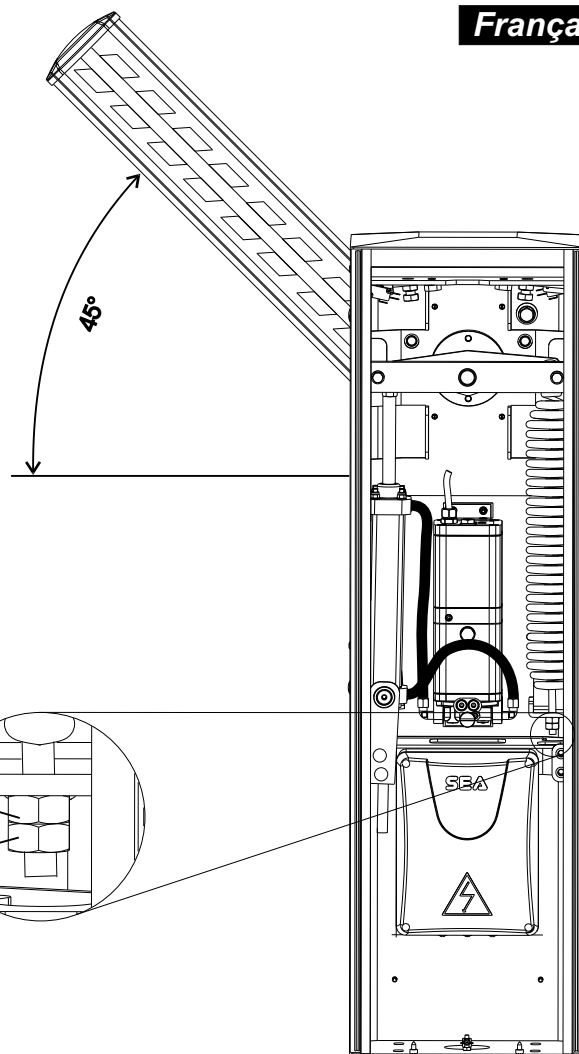

Fig. 12
- Déverrouiller la lisse avec le déverrouillage manuel, de façon qu'elle est libre de s'ouvrir et de se fermer manuellement (Fig. 12).
- Dévisser ou visser l'écrou de tension du ressort jusqu'à atteindre le point d'équilibre à 45° (Fig. 12). La condition optimale d'un parfait équilibre c'est obtenu quand la lisse reste dans la position indiquée dans Fig. 12.